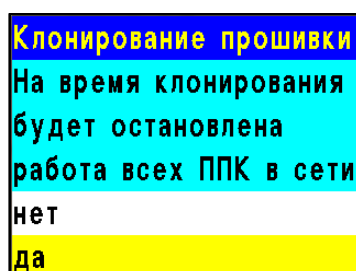

Рисунок 22 - Подтверждение клонирования программного обеспечения ППК
- 2.3.4. ППК выдаст сообщение подтверждающее действия. Выбрать пункт **да**. Нажать кнопку **Ок** (рисунок 22).